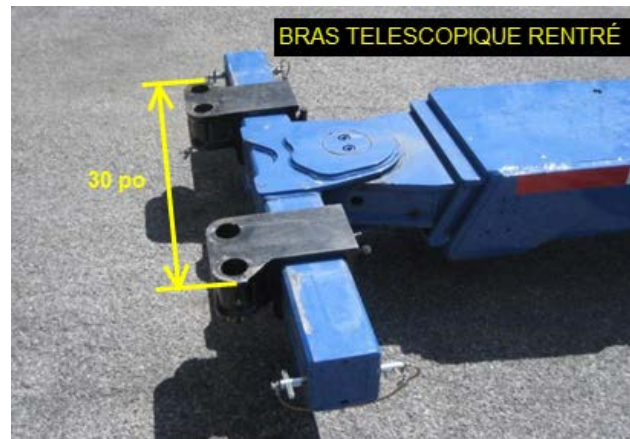

FIGURE 55
3. Rentrer le bras télescopique de la dépanneuse (Figure 55).
4. Préajuster l'espacement entre les supports de fourchette. La distance entre les extrémités des supports de fourchette devrait être de **30 pouces** (Figure 55).